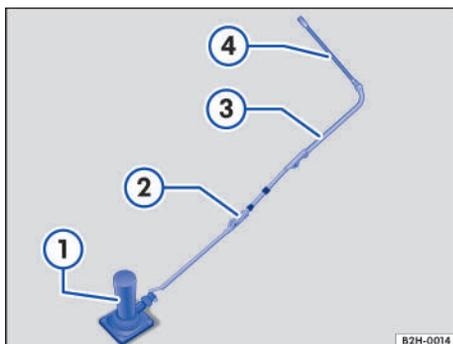

Fig. 204 Gato con prolongación.
1. Despliegue la palanca de prolongación → fig. 204 ② de las herramientas de a bordo.
2. Enganche la palanca de prolongación en el gato → fig. 204 ①.
3. Acople la llave de vaso → fig. 204 ③ a la palanca de prolongación.
4. Encaje la llave de rueda → fig. 204 ④ en la llave de vaso.